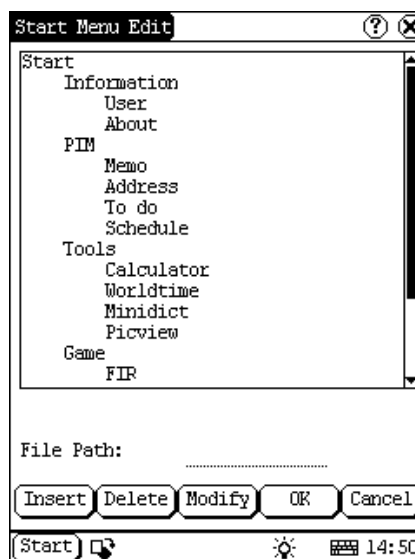

Abb. 4-34
- 2) Sie können dann die entsprechende Information in dem Listenfeld des Interfaces sehen. (Siehe Abb. 4-34)